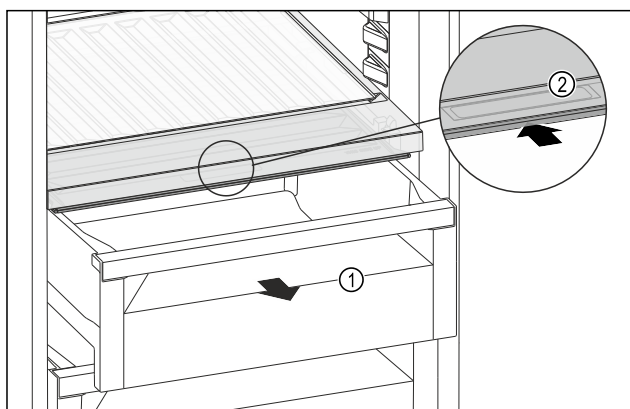

Fig. 231
- ▶ Húzza ki a fiókot Fig. 231 (1).
- ▶ Fogja meg a sülyesztett fogantyút Fig. 231 (2) a rekeszfedélen, és ezzel egy időben tolja hátra a rekeszfedélet.